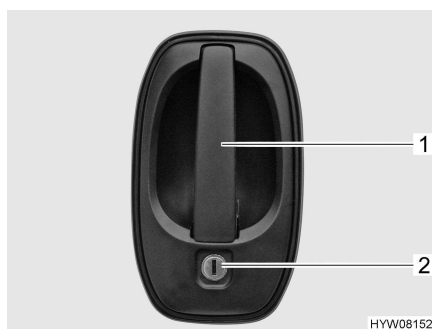

Bild 15 Dörrlås (förardörr, ingångsdörr, utsida)
- Stick in nyckeln i låscylindern (Bild 15,2) och vrid den ända tills dörrlåset har låsts upp.
- Drag i dörrhandtaget (Bild 15,1). Dörren är öppen.
- Stick in nyckeln i låscylindern (Bild 15,2) och vrid den ända tills dörrlåset har låsts.